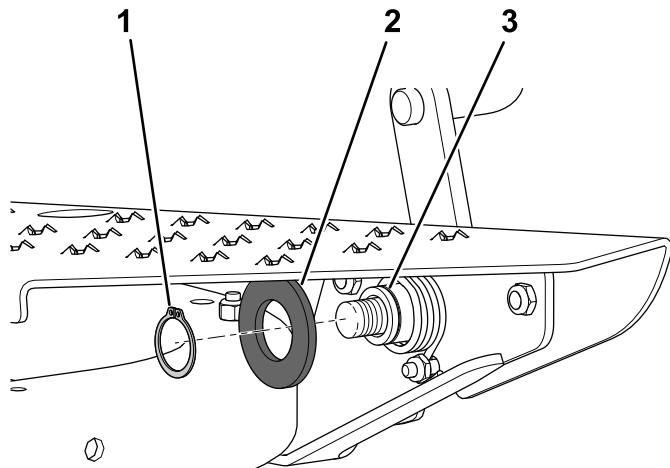

Рисунок 20
8. Прикрепите торсионную пружину к плите с втулками с помощью плоской шайбы (1 1/8 x 2 дюйма) и стопорного кольца (Рисунок 20).